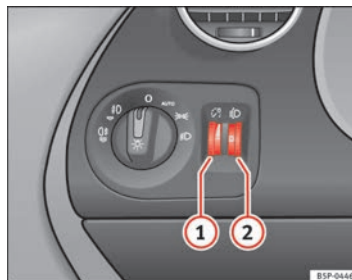

Abb. 75 In der Instrumententafel: Regler für die Instrumenten-/Schalterbeleuchtung und Leuchtweitenregulierung
Bei eingeschaltetem Licht lässt sich die Helligkeit der Instrumenten- und Schalterbeleuchtung durch Drehen des Rändelrades ⇒ Abb. 75 ① stufenlos regulieren.